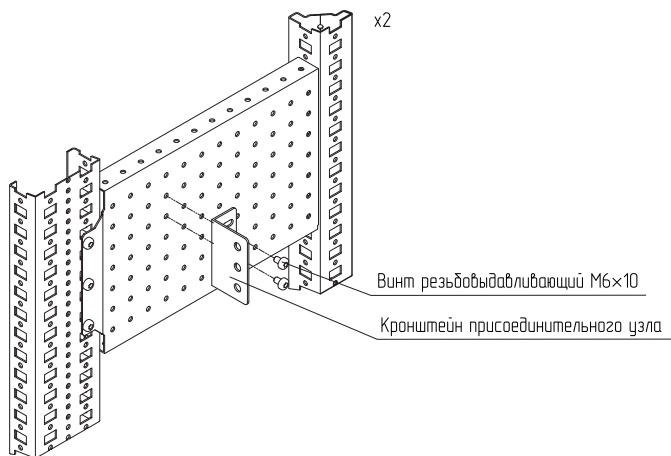

Рисунок 2
4.1.2 Приложить кронштейн присоединительного узла к панели монтажной боковой перфорированной и закрепить винтами M6x10 (рисунок 2). Момент затяжки – 7 Н·м.